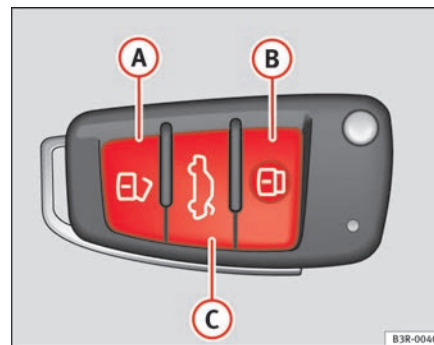

Fig. 78 Chiave con telecomando: Tasti
- Premere il tasto **A** ⇒ fig. 78 per circa 1 secondo.